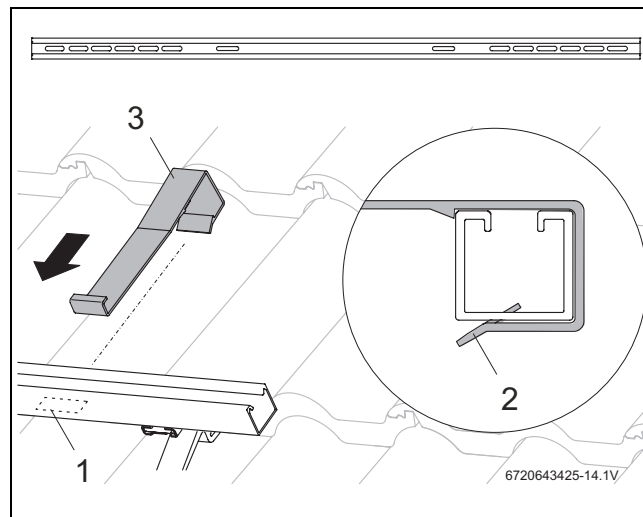

Fig. 31 Enganchar el seguro contra deslizamiento
- Deslice los seguros contra deslizamiento (Fig. 31, [3]) en los correspondientes orificios ovalados interiores (Fig. 31, [1]) sobre los perfiles guía hasta que encajen (Fig. 31, [2]).